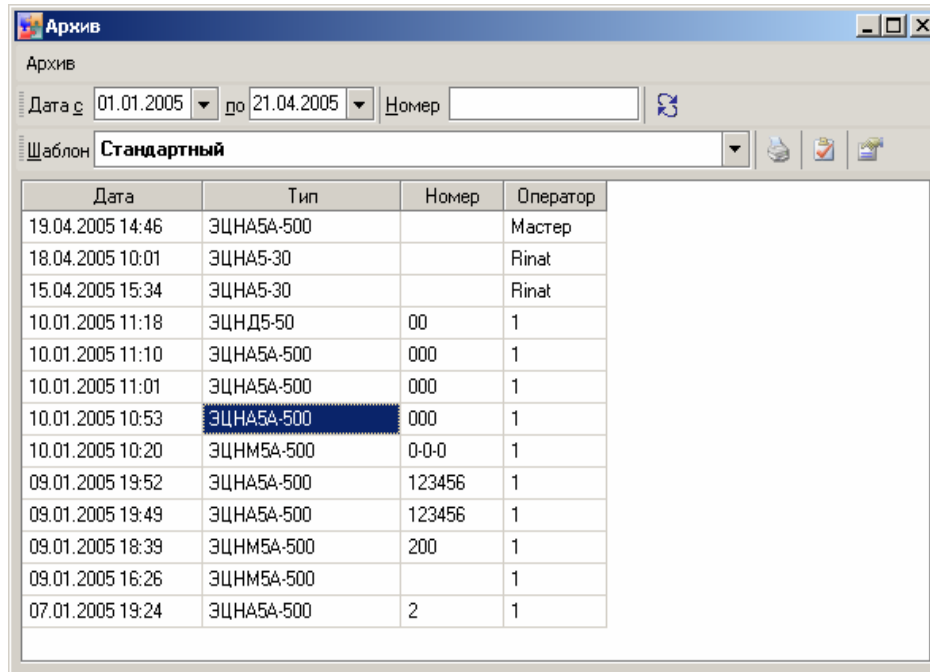

Рисунок 1.8
Доступ к режиму осуществляется с помощью пункта меню «Архив ⇒ Просмотр архива», при активации которого вызывается журнал, в котором отображаются протоколы всех успешно завершенных испытаний (рис.1.8).
Для осуществления поиска протоколов испытаний задайте в полях «Дата с.. по...» период дат формирования протоколов, за который Вы хотите проанализировать протоколы, либо в поле «Номер» укажите номер оборудования и нажмите кнопку  (рис.1.8) В результате выполненных действий сформируется список протоколов, созданных в указанный период.
- Нажмите кнопку (рис.1.8).